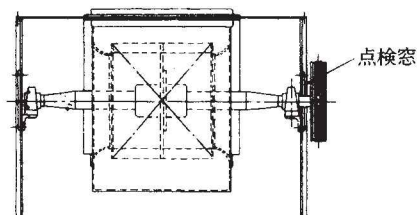
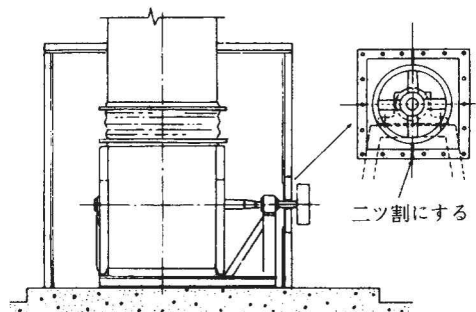

図13
図14
- (1) パッケージあるいは、チャンバー内に取込む送風機の軸受は、容易に交換出来る構造にして下さい。（図13）（図14）
- (2) チャンバー内に送風機を設け外側より駆動する構造の場合は、シャフトに取付いたプーリは出来るだけはずさないまま、組込める様にして下さい。このために、チャンバーの一部を、くり抜いた窓のカバーを二つ割にしておけば軸受の交換もこの窓より行うことができます。(図 14)
- (3) 軸受をパッケージ内に組込む場合は、修理可能な点検窓を設置して下さい (図 13)